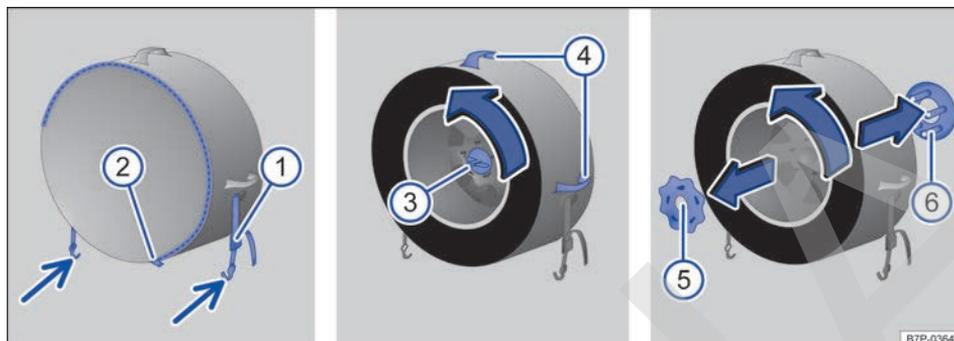

Fig. 260 En el maletero: desmontar la rueda de repuesto y extraerla.
- Suelte el cinturón de fijación → fig. 260 (1) de la funda de la rueda de repuesto y extraiga los dos ganchos (flechas) de las argollas de sujeción.
- Abra la cremallera (2) de la funda de la rueda lo más que se pueda.
- Suelte el tornillo central (3) del centro de la rueda en el sentido contrario al de las agujas del reloj con la llave de rueda y desenrózquelo del todo.
- Cierre completamente la cremallera (2) de la funda de la rueda.
- Extraiga la rueda del maletero levantándola por los asideros (4) y sitúela a una distancia prudencial del tráfico rodado.
- Sujete la placa de sujeción (6), gire a continuación la arandela de seguridad (5) hasta el tope en el sentido contrario al de las agujas del reloj y retirela junto con la placa (6).
- Coloque la placa de sujeción (6) en la rueda desmontada.
- Coloque la arandela de seguridad (5) y gírela en el sentido de las agujas del reloj hasta que la placa de sujeción (6) quede bien fijada.
- Cierre la cremallera (2) de la funda de la rueda de repuesto e introduzca la rueda en el maletero levantándola por los asideros (4).
- Centre la funda de la rueda de repuesto de tal forma que los dos ganchos (flechas) del cinturón de fijación (1) se puedan enganchar en las argollas de sujeción por igual.
- Enrosque el tornillo (3) en el centro de la rueda cambiada por completo y apriételo con la llave de rueda.
- Enganche los dos ganchos → fig. 260 (flechas) del cinturón de fijación (1) en las argollas de sujeción y a continuación tense el cinturón.